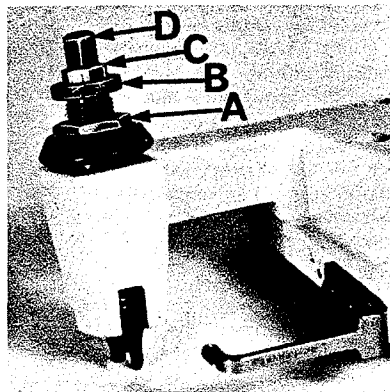

Fig. 2
Für ein gleichmäßiges transportieren des Nähgutes ist ein genügend starker Druck des Drückersfußes erforderlich. Sollte es notwendig werden, den Druck zu verstärken oder zu verringern, so ist die Sicherungsmutter (A, Fig. 2) zu lösen und die Spannschraube (B) entsprechend zu betätigen. Rechtsdrehung verstärkt, Linksdrehung verringert den Druck. Die Sicherungsmutter (A) ist nach einer Änderung des Drückersfußdruckes wieder anzuziehen. Bei auf der Stichplatte aufsitzendem Drückersfuß, stellt man die Sicherungsmutter (C) so ein, daß zwischen ihr und der Mutter (B) etwa $1/32'' - 1/16'' = 0,8 - 1,6 \text{ mm}$ Zwischenraum verbleibt. Zum Schluß verspanne die Kopfschraube (D) mit der Mutter (C).
Sufficient presser foot pressure to feed work uniformly should be maintained. Should it be necessary to increase or decrease amount of pressure on presser foot, loosen lock nut (A, Fig. 2) and turn adjusting screw (B). Adjusting screw has a right hand thread, so tightening increases pressure, loosening decreases pressure. When pressure adjusting screw (B) has been properly set, tighten lock nut (A). With presser foot resting on throat plate, position locking nut (C) so that its under surface is approximately $1/32'' - 1/16'' = 0,8 - 1,6 \text{ mm}$ from the top surface of adjusting screw (B). Set cap (D) against locking nut (C).